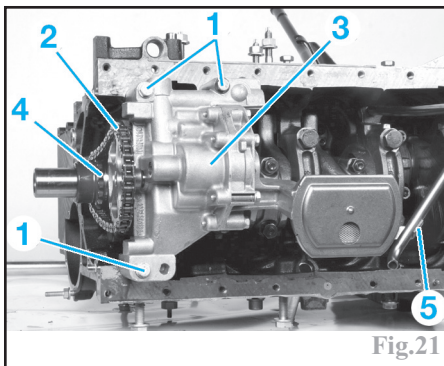

Fig.21
-la vis (5) de la jauge à huile sur la crépine (Fig.21).
-les trois vis (1) de fixation de la pompe à huile.
-la pompe à huile (3) en même temps que la chaîne (2) et la pignon (4).